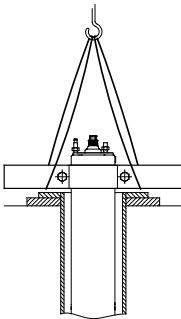

Fig. 15 Moteur en position verticale
- 2. Placer le moteur à la verticale de la tête de puits. Voir fig. 15.